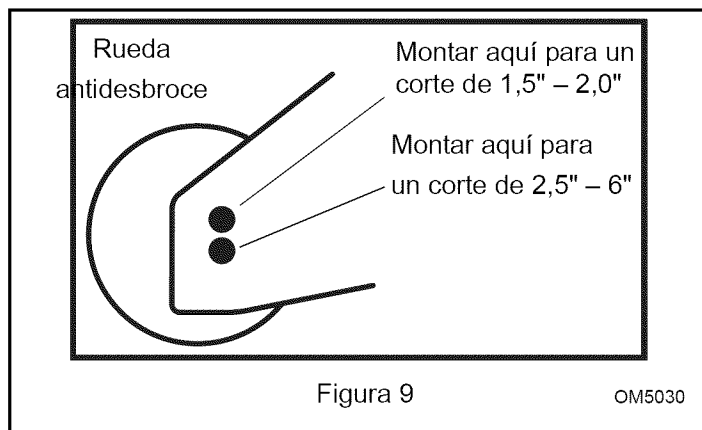

Figura 9
4. Para ajustar los rodillos antidesbroce, extraiga los pernos de 5/8-11 x 4.25" y vuelva a montarlos en el orificio apropiado para la altura de corte deseada (consulte figura 9).